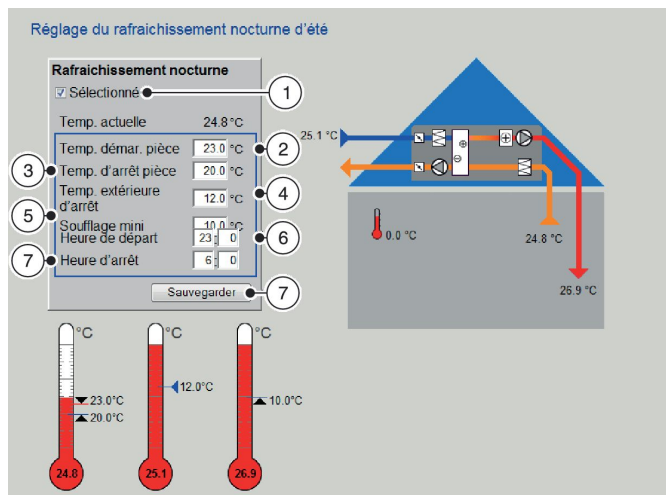

Fig. 30 : Rafraîchissement nocturne
L'écran « Définir le rafraîchissement nocturne estival » (Fig. 30) vous permet d'activer la purge nocturne et de définir une plage de temps pour cette purge. La fonction de purge nocturne vous permet de rafraîchir le bâtiment par l'air extérieur pendant la nuit (à savoir en-dehors des heures de fonctionnement) ; cette fonction est utile pendant l'été. La purge nocturne s'active dès que tous les paramètres requis ont été configurés.
2. ▶ Saisir la température initiale de l'air ambiant pour la purge nocturne ("Temp. ambiante initiale", Fig. 30 /2).
3. ▶ Saisir la température finale de l'air ambiant pour la purge nocturne ("Arrêt temp. ambiante", Fig. 30 /3).
4. ▶ Entrez la température finale de l'air extérieur pour la purge nocturne dans la case (Fig. 30 /4).
5. ▶ Entrez la température finale de l'air extérieur pour la purge nocturne dans la case (Fig. 30 /5).
6. ▶ Saisir l'heure de début de la purge nocturne (Fig. 30 /6).
7. ▶ Saisir l'heure de fin de la purge nocturne ("Heure arrêt", Fig. 30 /7).
8. ▶ Cocher la case (Fig. 30 /1) pour activer la purge nocturne.